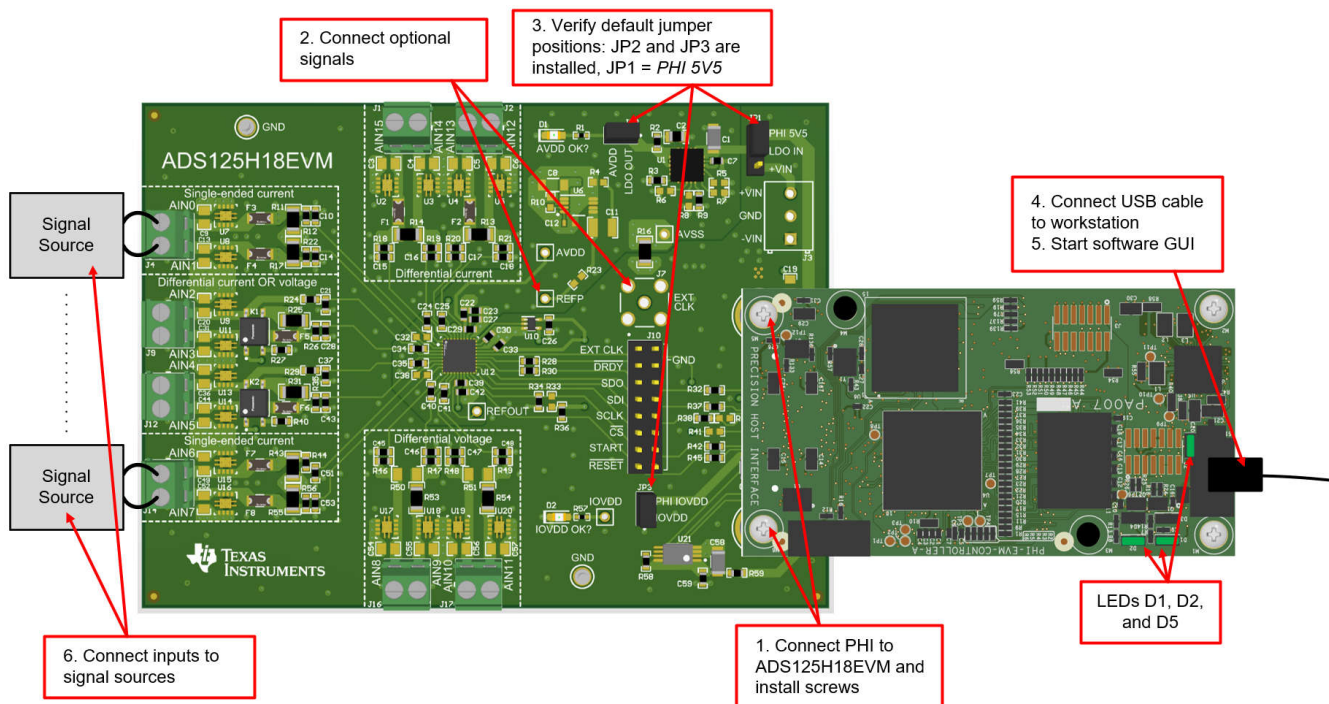

図 4-1. ADS125H18 評価基板へのハードウェア接続
ソフトウェアをインストールした後、図 4-1 に示すように評価基板を接続します。
- b. PHI の LED D1 および D2 が点滅を始め、PHI が起動し PC と通信していることを示します。図 4-1 に、結果として得られる LED インジケータを示します。